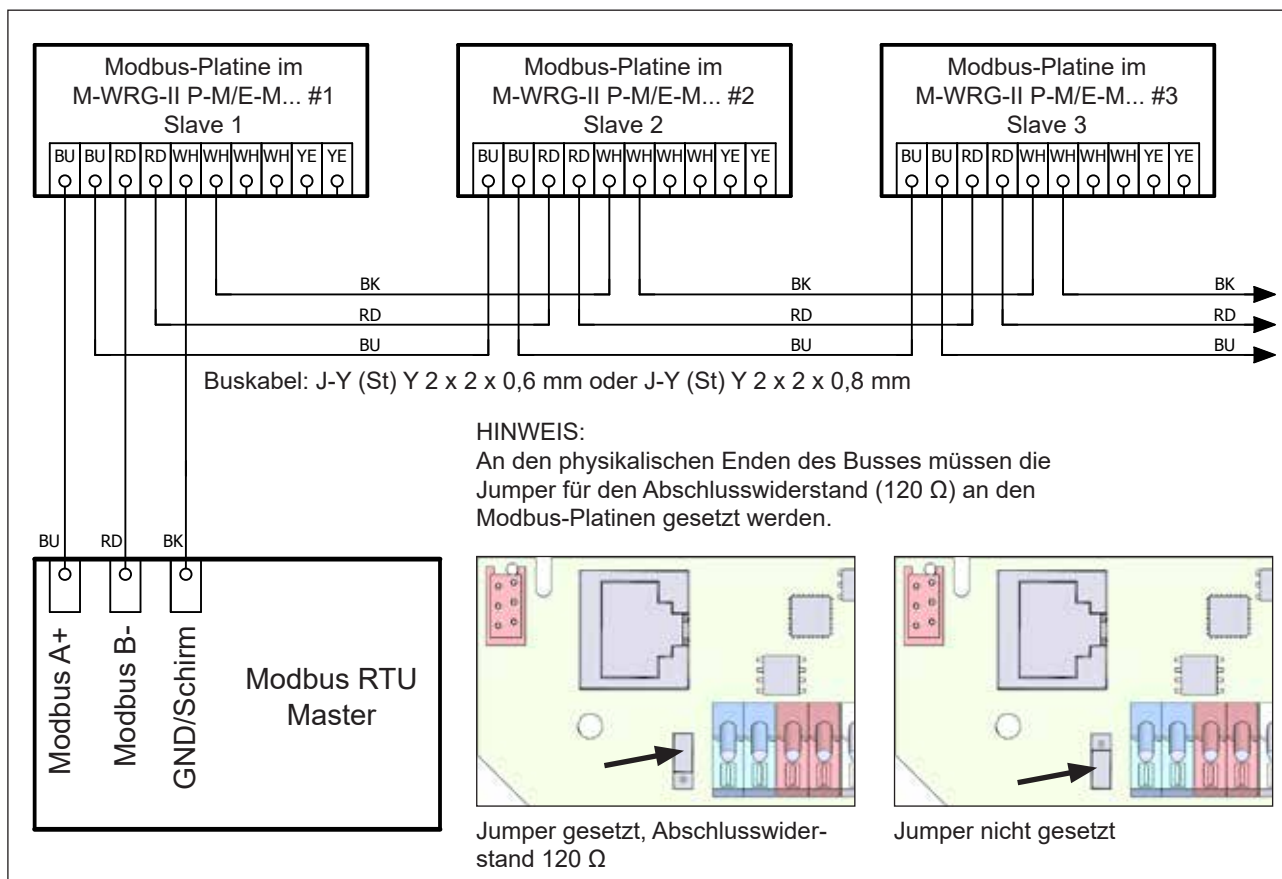

Abb. 24: Anschlussschema Modbus
- ▶ Führen Sie die Verdrahtung durch, wie in Abb. 24 auf Seite 41 gezeigt.